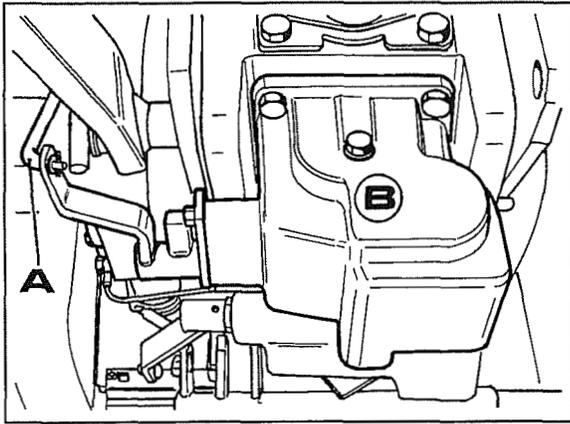

Abb. 1
3. Das Gestänge **A** Abb. 1 zur Ansteuerung der Zwischenachszapfwelle abtrennen, dann die Gruppe der Zwischenachszapfwelle **B** Abb. 1 ausbauen.